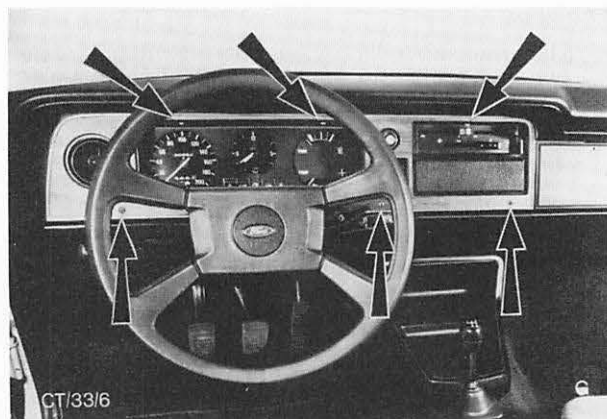

Abb. 20 Lage der Befestigungsschrauben – Kombi-Instrument (für ausführliche Ausbaubeschreibung, siehe Gruppe 33).
1. Kombi-Instrument ausbauen. Abb. 20.